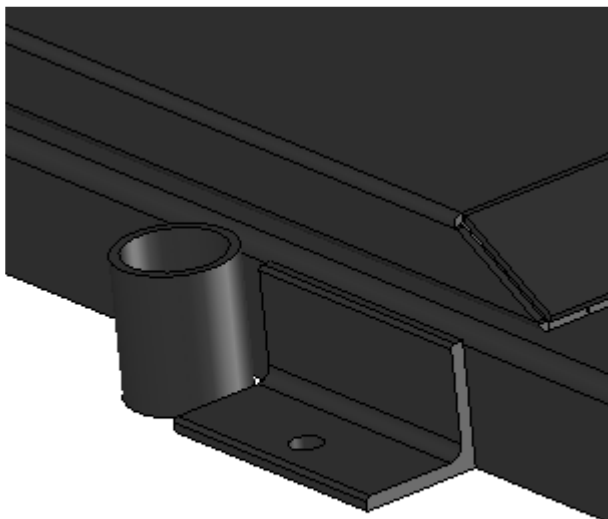

Рис. 16
- Поверхность должна быть ровной. Станок следует крепить анкерными болтами (рис. 16). Если угол наклона относительно горизонтальной плоскости превышает 2,5%, его необходимо компенсировать.